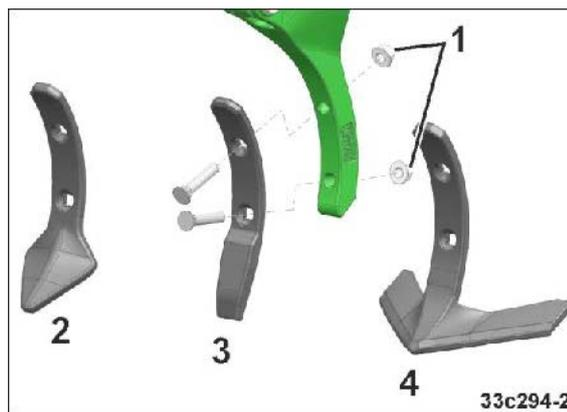

图 167
1. 松脱固定螺母（图 167/1）。
3. 拧紧固定螺母（图 167/1）。
翼犁刀（图 167/4）	大
尖头犁刀（图 167/2）	↓
窄犁刀（图 167/3）	小